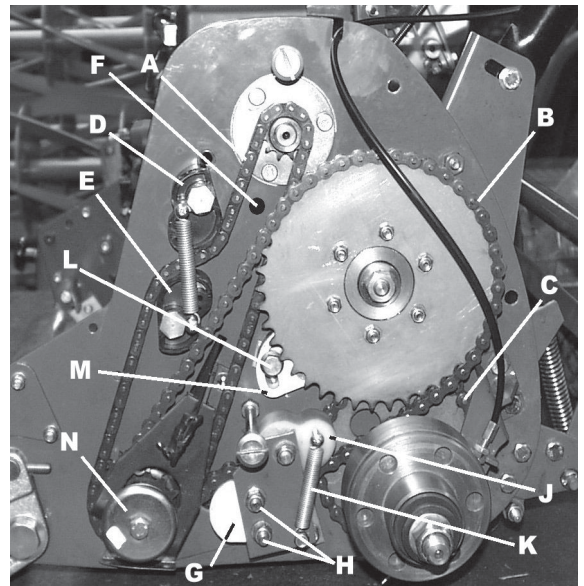

Fig. 8.10
8.10 REGOLAZIONI DELLE CATENE (FIG. 8.10)